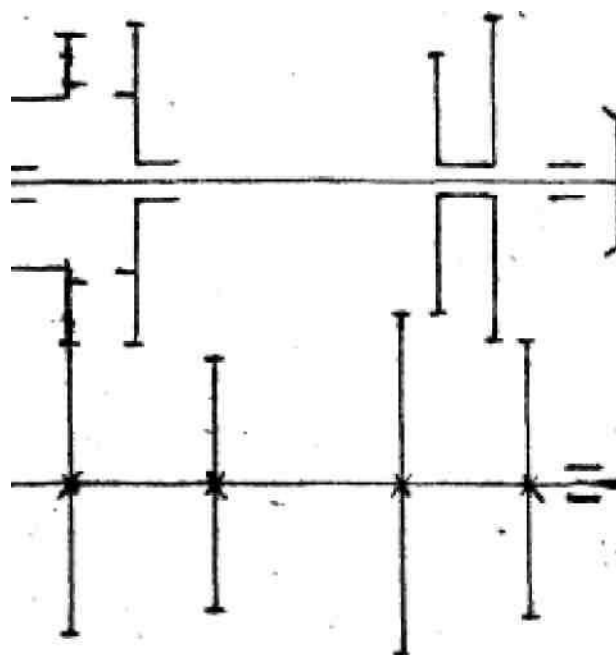

Рис. 4:
13.2.4. Обозначьте цифрами детали и сборочные единицы трехвальной коробки передач (рис. 4). Ссылаясь на обозначения, объясните, какие зубчатые колеса будут находиться в зацеплении на первой, второй, третьей и четвертой передачах.